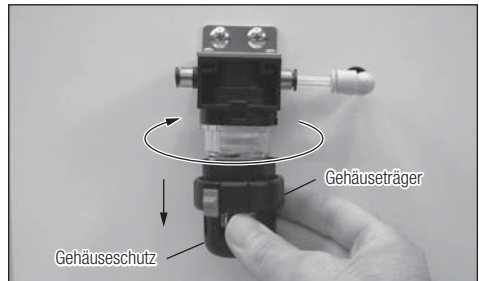

Abb. 28
- 2) Gehäuseträger nach links drehen und nach unten ziehen (Gehäuseträger und Gehäuseschutz sind getrennt.) (Abb. 28).